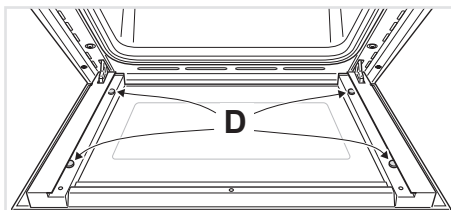

Fig. 4.11
- Verificare che i 4 distanziatori “D” siano nella loro posizione (fig. 4.11).